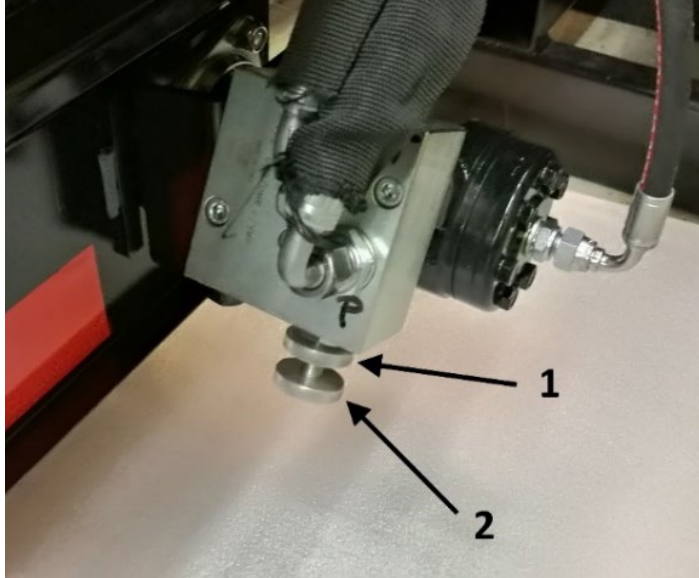

Bild 11B
8. Inställning av utmatningstransportörens hastighet (Bild 11B)